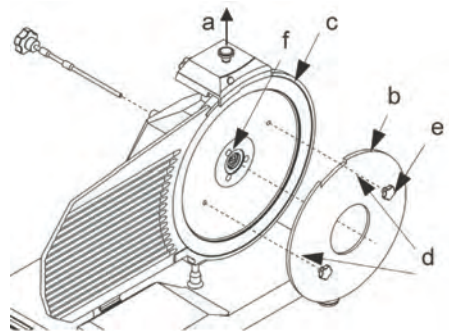

Fig. 5 - Installazione dello strumento di plexi (b) per rimuovere la lama
Per lavare la lama dall'altra parte si deve rimuoverla (vedere Fig. 5).
- rimuovere la protezione della lama (vedere Fig. 5);